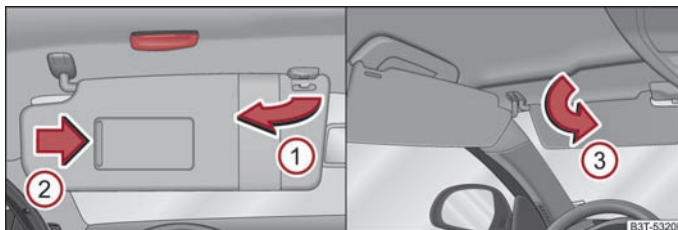

Abb. 61 Sonnenblende: Ausschwenken - links / doppelte Sonnenblende: Zurückschwenken - rechts
Die Sonnenblende für den Fahrer bzw. Beifahrer können Sie aus der Halterung herausziehen und zur Tür in Pfeilrichtung ① ⇒ Abb. 61 schwenken.